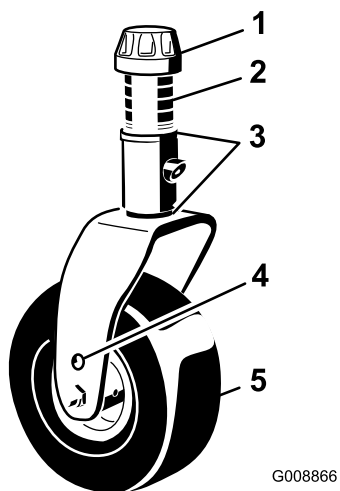

Figura 8
2. Coloque los ejes de las ruedas giratorias en el mismo orificio en ambas horquillas. Consulte en Figura 8 los orificios correctos para cada ajuste.
3. Retire el casquillo tensor del eje (Figura 8) y deslice el eje fuera del brazo de la rueda giratoria. Coloque los dos suplementos (3 mm) en el eje de la misma forma que en la instalación original. Estos suplementos son necesarios para obtener el mismo nivel en toda la anchura de las unidades de corte. Coloque el número adecuado de espaciadores de 13 mm (consulte la tabla siguiente) en el eje para conseguir la altura de corte deseada, luego coloque la arandela en el eje.